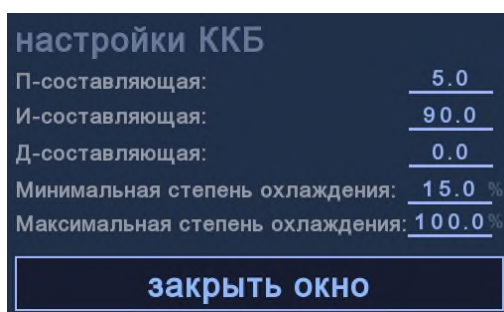

Рисунок 14 – Окно параметров «ККБ»
- *Фреоновый охладитель (ККБ)* – в данном окне (рисунок 14) можно задать минимальное значение степени охлаждения (нагрева) параметром «Мин. мощность работы ККБ», максимальное значение степени охлаждения (нагрева) параметром «Макс. мощность работы ККБ», а также настроить П, И и Д составляющие для настройки ПИД-регулятора (подробно о том, как настроить ПИД-регулятор указано в пункте 1.4). Фреоновый охладитель в зависимости от технического задания может работать как на охлаждение, так и на нагрев (в обоих случаях регулирование осуществляется по показаниям комнатного датчика температуры, но при его отсутствии – по показаниям канального датчика температуры). В некоторых системах предусмотрена работа ККБ на осушение (регулирование осуществляется по показаниям датчика влажности) и охлаждение (регулирование осуществляется по показаниям одного из 3 возможных датчиков: канальной температуры / комнатной температуры / температуры после охлаждения). В зависимости от технического задания может быть предусмотрена возможность выбора режима работы (осушение / охлаждение или охлаждение / нагрев) при помощи двух тумблеров. Настоятельно рекомендуем активировать только один тумблер, запуская тем самым нужный режим работы. Без активации хотя бы одного тумблера ККБ по умолчанию будет работать на охлаждение.